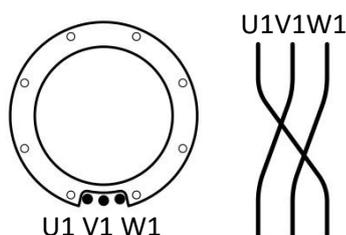

Рисунок 23: Расположение 3 смежных силовых кабелей:
- Расположение смежных кабелей: Выполнять пересечение кабелей примерно через каждые 2-3 м трубопровода(см.рисунок 23).